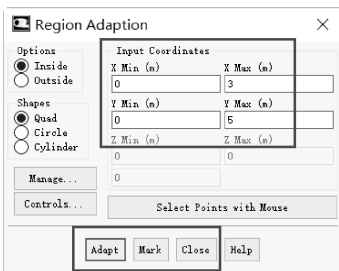

图 11-22 设置流体区域
(2) 单击 Ribbon 功能区【Setting Up Domain】→【Mark/Adapt Cell】→【Region...】→【Input Coordinates】→【X Max (m)】= 3，【Y Max (m)】= 5；单击【Adapt】→【Yes】，单击【Mark】→【Close】关闭对话框，如图 11-22 所示。